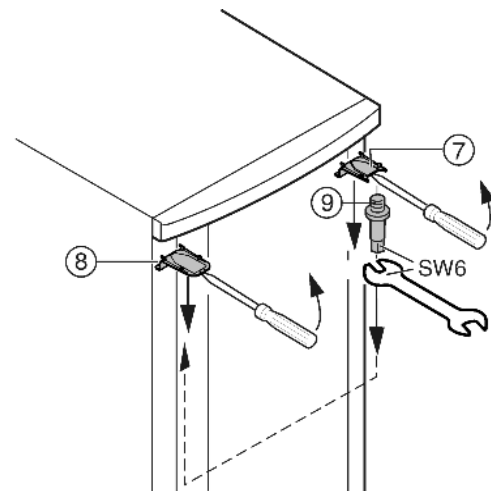

Fig. 6
- ▶ Liberare la copertura Fig. 6 (7) in alto e la copertura con un cacciavite anteriormente e rimuovere inclinando verso il basso.
- ▶ Svitare il perno di supporto Fig. 6 (9) e avvitare fermamente sul lato opposto **a 4 Nm**.
- ▶ Montare di nuovo la copertura Fig. 6 (7) sul lato del perno di supporto: inserire dietro, inserire a scatto sul lato anteriore.
- ▶ Montare la copertura Fig. 6 (8) sul lato opposto: inserire dietro, inserire a scatto sul lato anteriore.
- ▶ Agganciare la porta in alto nei perni di supporto Fig. 6 (9).